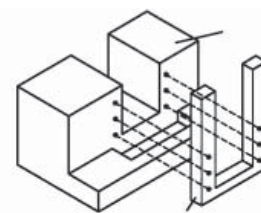

Рис. 2
- Приложите корпус к стене и выровняйте его по каналу для того, чтобы сделать отверстия в стене (рис. 2).